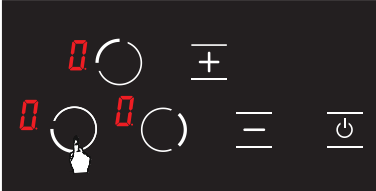

Abbildung 6
2. Die entsprechende Kochplatten-Auswahl Taste wird berührt. Bei der ersten Berührung erscheint im jeweiligen Herd das **0** Symbol. (siehe Abb. 6)